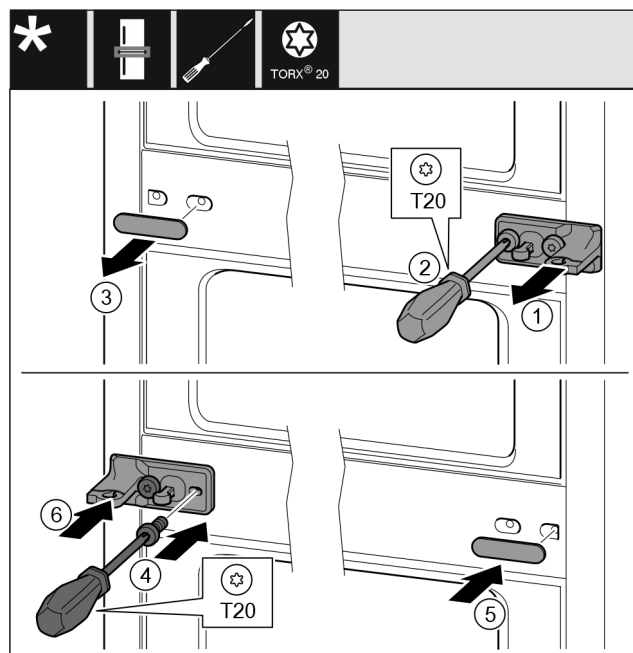

Fig. 29
- ▶ Снимите шайбу Fig. 29 (1).
- ▶ Выкрутите винты Fig. 29 (2) отверткой.
- ▶ Осторожно снимите крышку Fig. 29 (3).
- ▶ Плотно прикрутите опорный кронштейн с подкладкой Fig. 29 (4) с другой стороны, повернув его на 180°.
- ▶ Установите крышку Fig. 29 (5) с другой стороны, повернув ее на 180°.
- ▶ Спереди установите шайбу Fig. 29 (6).